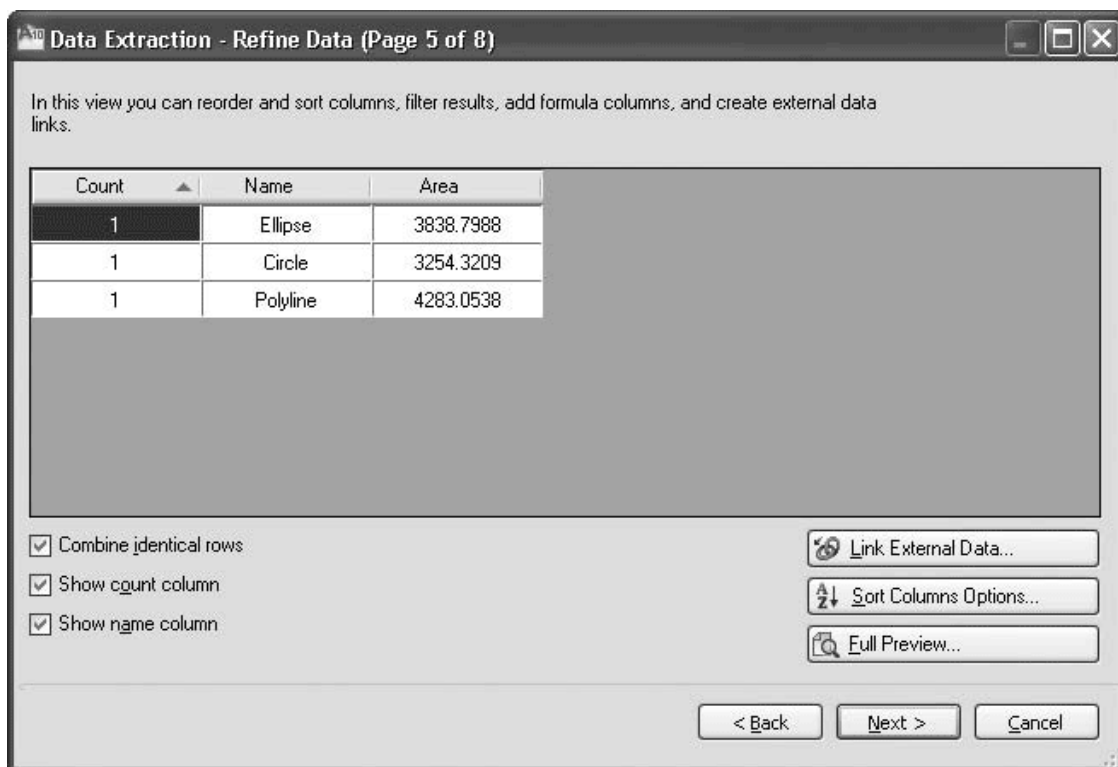

Рис. 4.55. Пятый шаг мастера извлечения данных
7. В пятом окне мастера вы увидите сформированную таблицу (рис. 4.55). Здесь можно упорядочить и отфильтровать данные, добавить вычисляемые поля, создать внешние ссылки (для этого следует нажать кнопку **Link External Data** (Присоединение внешних данных), которая приведет к открытию одноименного окна). Выполнив необходимые настройки, нажмите кнопку **Next** (Далее).